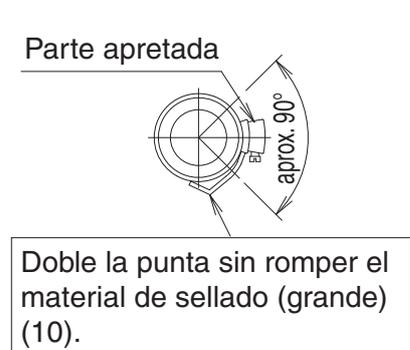

Fig. 12
- No apriete la abrazadera de metal (2) con el par más que el valor especificado. La manguera de drenaje (1), la toma del o la abrazadera de metal (2) pueden dañarse.
- Envuelva la cinta de vinilo alrededor del extremo de la abrazadera de metal (2) de manera que el material de sellado (grande) (10) a utilizar en el proceso siguiente no se puede dañar con el extremo de la abrazadera o doblar la punta de la abrazadera de metal (2) hacia el interior como se muestra. **(Refiérase a la Fig. 12)**